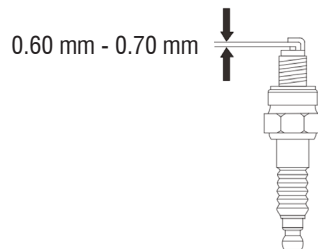

Fig. 26 – Huelga de la bujía
8. Para un correcto funcionamiento, la huelga de la bujía debe estar entre 0,60 mm y 0,70 mm (fig. 26).